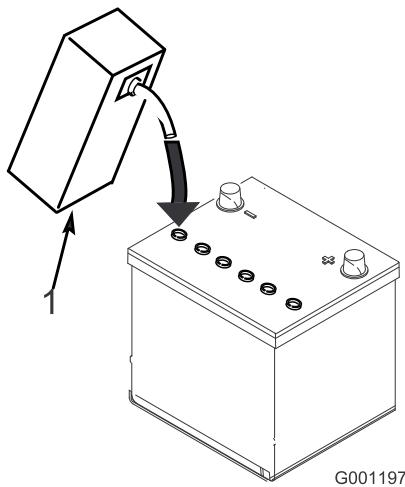

Figure 5
- Versez de l'électrolyte avec précaution dans chaque élément jusqu'à ce les plaques soient recouvertes par environ 6 mm de liquide (Figure 5).